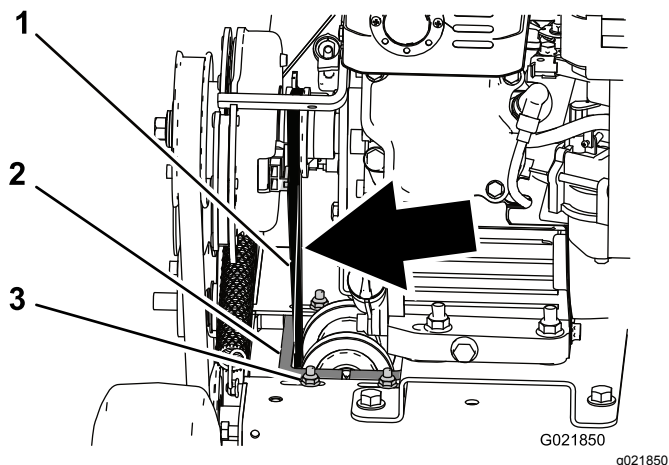

Figure 26
4. Contrôlez la tension de la courroie. Elle doit présenter une flèche maximale de 6 mm ($\frac{1}{4}$ po) quand une pression modérée est exercée sur le brin juste au-dessus du cadre de la machine (Figure 26).